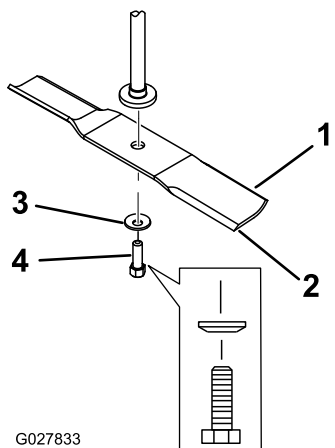

Рисунок 64
2. Отверните болт ножа, снимите изогнутую шайбу и нож с вала шпинделя (Рисунок 64).
1. Установите нож на шпindel (Рисунок 64).
2. Установите изогнутую шайбу (чашеобразной стороной в сторону ножа) и болт ножа (Рисунок 64).